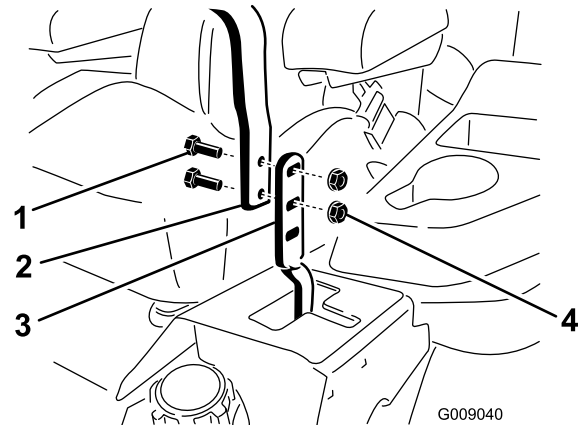

図 65
- レバーに取り付けられているボルトとフランジナットをゆるめる 図 65。